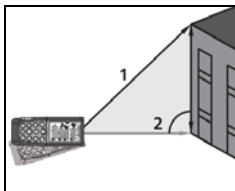

Fig. 9: Ejecución de la medida Indirecta a 2 puntos
3. Posicione el instrumento en el punto más alto (1) de la medida (vea la Fig. 9) y pulse la tecla  o la tecla lateral **MEAS** para realizar la medida. El resultado se muestra en la primera pantalla parcial. El símbolo "" se muestra en pantalla con el lado "2" parpadeante
4. Posicione el instrumento lo más horizontal posible (2) con respecto a la medida (vea la Fig. 9) y pulse la tecla  o la tecla lateral **MEAS** para realizar la medida. El resultado se muestra en la segunda pantalla parcial.
5. El valor final del resultado (obtenido como $\sqrt{(1)^2 - (2)^2}$) se muestra en la pantalla resultante